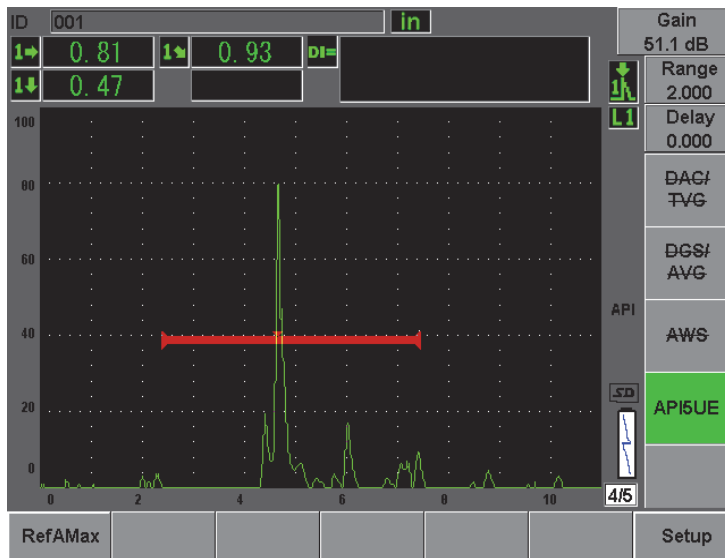

Figure 12-25 Stockage du point  $A_{max}$
5. Appuyez sur les touches **[P1] RefAMax** pour stocker le point  $A_{max}$ , et puis appuyez sur la touche **[P1]** pour confirmer (voir la Figure 12-25 à la page 267).